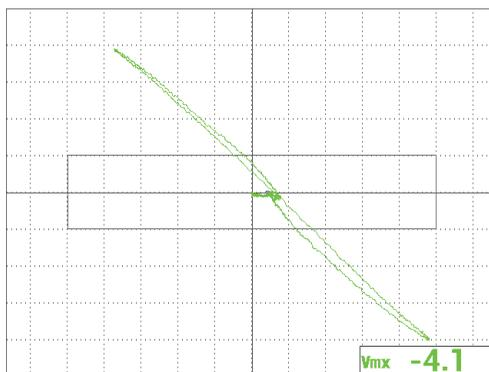

Рис. 5-61 Сигнал после точной настройки
3. Нажмите клавишу FULL NEXT (→) для переключения на полноэкранный режим, выполните сканирование. Полученный сигнал должен быть похож на Рис. 5-61 на стр. 183. Значение максимальной амплитуды сигнала и угол сигнала отображаются по умолчанию. Подробнее о типе показания или положении на импедансной плоскости см. в «Отображение значений в режиме реального времени» на стр. 64. Список всех параметров показан на Рис. 5-62 на стр. 183.